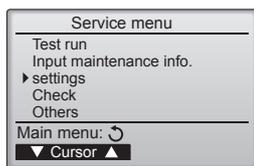

Fig. 6-2
### 6.2. Пульт дистанционного управления (Fig. 6-2)
- ① (Fig. 6-2)